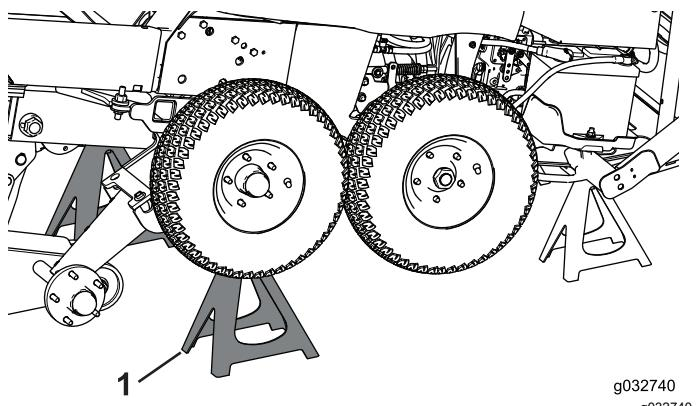

Figure 89
- 1. Chandelle (2)
5. Utilisez des chandelles pour soutenir le cadre d'hiver (Figure 89).
6. Déposez les roues avant (Figure 89).